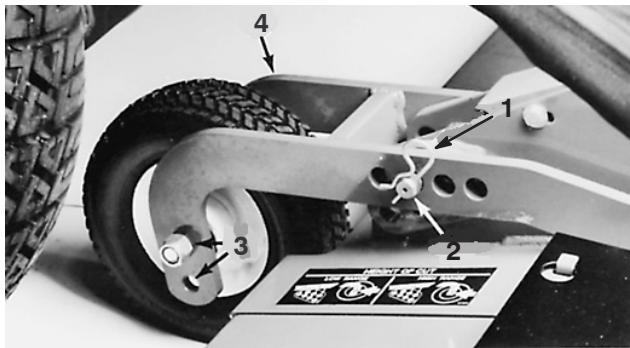

Bild 12
3. Entfernen Sie am vorderen Mähwerk den Splint und den Lastösenbolzen von den hinteren Laufradgelenkkästen (Bild 12). Fluchten Sie die Gelenkkarmlöcher mit den ausgewählten Löchern in der Schnitthöhenhalterung in den Mähwerkrahmen aus, setzen Sie die Lastösenbolzen und die Splints ein (Bild 12).